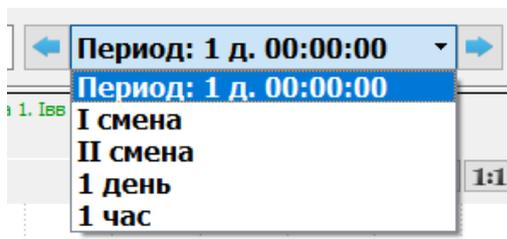

Рисунок 20 – Список фиксированных периодов
- выбрав фиксированный период из списка, кликнув левой кнопкой мыши на выпадающий список "Период" (Рисунок 20);